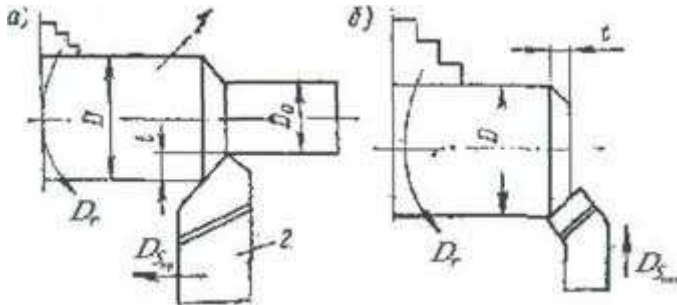

Рис. 6. Основные поверхности и координатные плоскости при точении
2. Определите узлы станка (используя рисунок 6А «Токарно-винторезный станок»):
Задание: Определите режимы резания (рис.6)